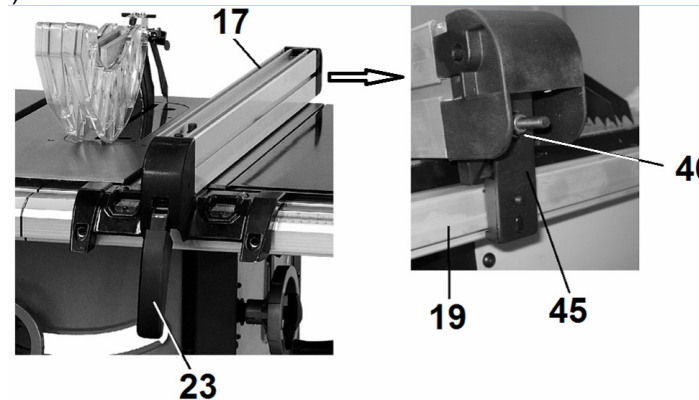

Рис.22
8.8. Установка параллельного упора (Рис. 22)
9.6. Параллельный упор (Рис. 22)